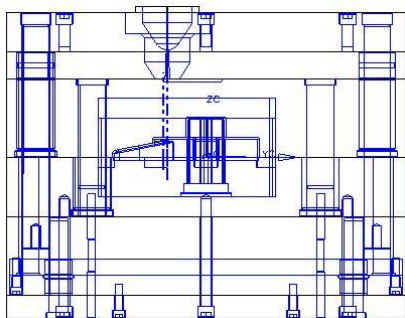

图7-72
14. 在菜单栏中选择【窗口】/【zzj-shanggai.prt】选项，显示如图 7-72 所示的组件。